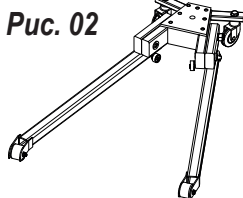

Рис. 02
- См. рисунок 02: Установите колонну #20 на основание #44 с помощью шайбы #2, натяжной шайбы #43 и болта #42.